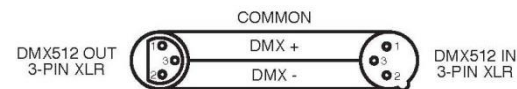

Рис.2
**Примечание:** Следуйте инструкциям на рис. 2 и 3, используя свой кабель. Не используйте заземления на XLR соединителе. Заземление может привести к короткому замыканию.